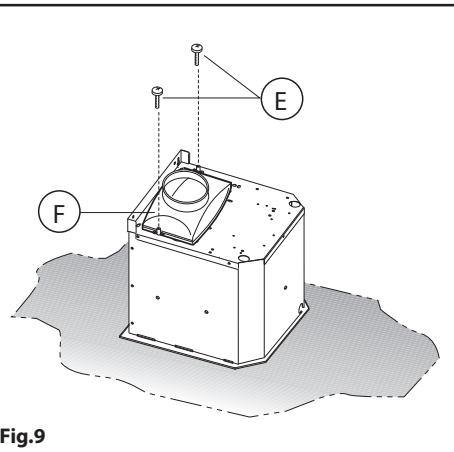

Fig.9
- Nel caso in cui il vostro prodotto è fornito di una flangia di raccordo, prima di fissare la cappa alla struttura, eseguire il montaggio indicato in Fig.9.